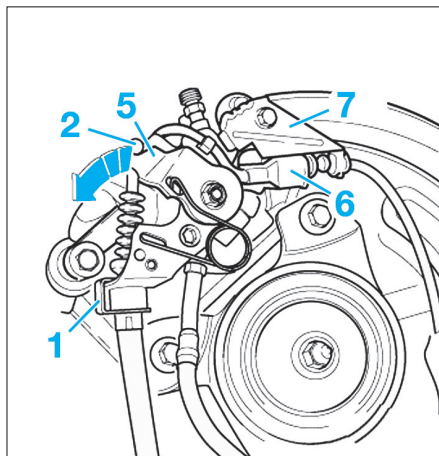

Fig. 25
- Enfoncer le levier de frein (5) dans le sens de la flèche et accrocher le câble de frein à main (2) (Fig.25).
- Reposer l'agrafe-ressort (1).
- Brancher le connecteur (6) de l'indicateur d'usure des plaquettes de frein et l'enfoncer dans le canal de câble (7).